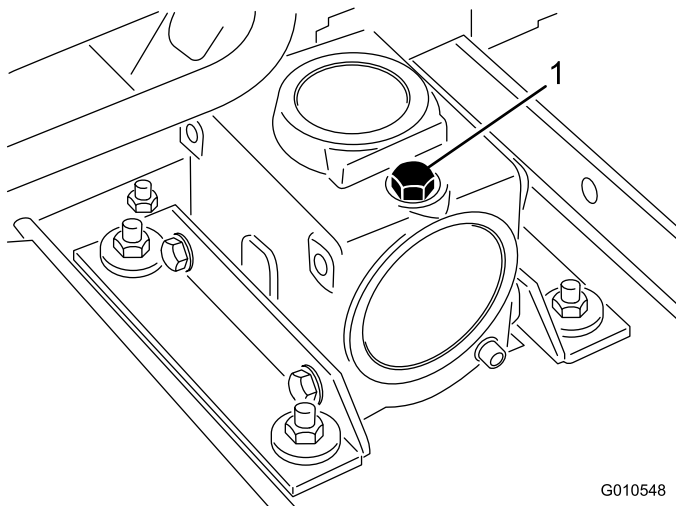

図 6
2. ギア・ボックスの上部についているディップスティック兼給油プラグ(図 6)を取り、オイルの量が、ディップスティックについている2本のマークの間にあることを確認する。油量が少なければ2本のマークの間まで補給する。